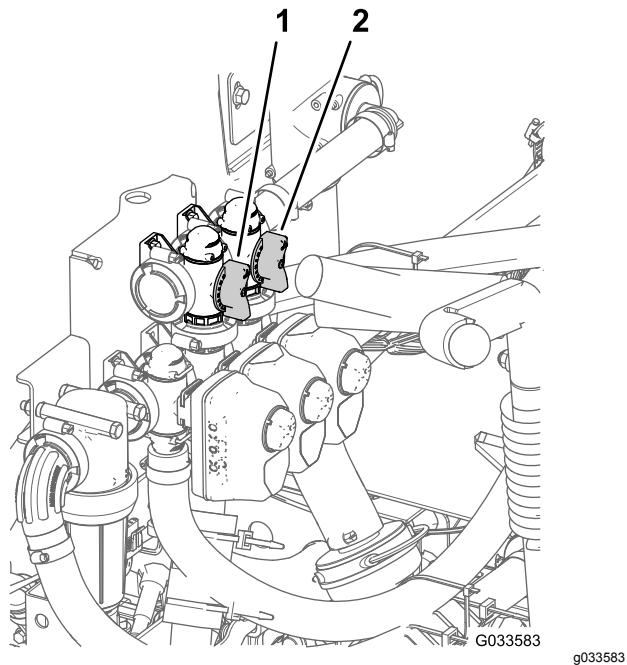

Figura 86
11. Regolate la valvola di bypass dell'agitatore (**Figura 86**) sul retro della valvola dell'agitatore fino a quando il valore della pressione sul misuratore corrisponde a 6,9 bar.
- 8. Regolate la stegola di bypass principale della barra per controllare la quantità di agitazione nel serbatoio (Figura 86).